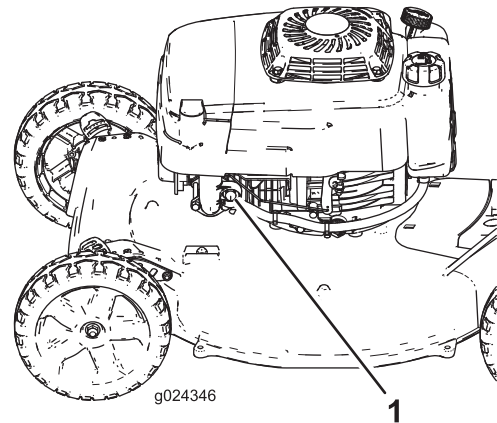

Bild 15
2. Drücken Sie die Kaltstarthilfe (Bild 15) kräftig für eine Sekunde.